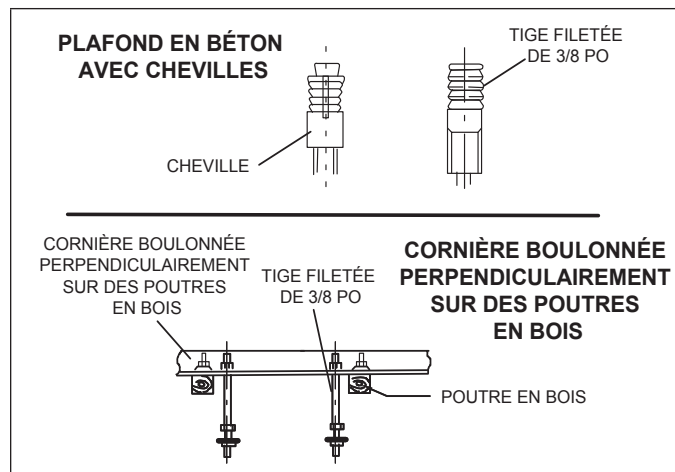

Figure 14. Méthodes de suspension
**REMARQUE :** L'utilisation de tiges filetées est la SEULE méthode acceptable pour suspendre l'unité; ne pas utiliser de chaînes ou de bandes. Voir la « Figure 14. Méthodes de suspension ».